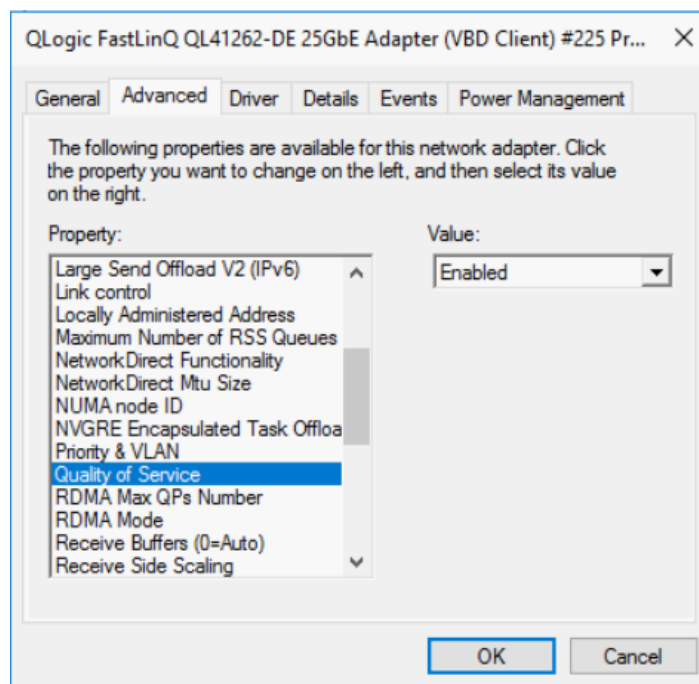

Ilustración 15-9. Propiedades avanzadas: Activación de la QoS
- b. En la página **Advanced** (Avanzado) de las propiedades del adaptador (Ilustración 15-9) en **Property** (Propiedad), seleccione **Quality of Service** (Calidad de servicio) y después establezca el valor en **Enabled** (Activado).